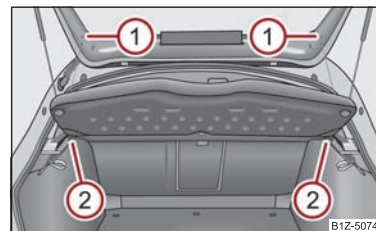

Fig. 72 Demontarea raftului din portbagaj
- Demontați benzile de susinere ① ⇒ fig. 72.
- Scoateți raftul din suportul ② orizontal în spate.
- La montare împingeți mai întâi raftul în suportul ② și apoi prindeți benzile de susinere ① de capota portbagajului.